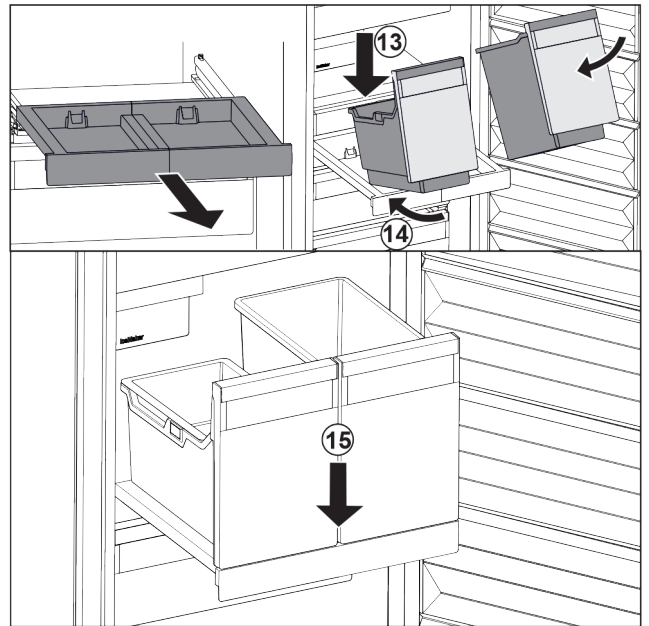

Fig. 39
- Applicare i contenitori in modo inclinato sul ripiano estraibile. Fig. 39 (13)
- Inserire il contenitore in modo inclinato verso la parte posteriore. Fig. 39 (14)
- Abbassare il contenitore nella parte anteriore. Fig. 39 (15)